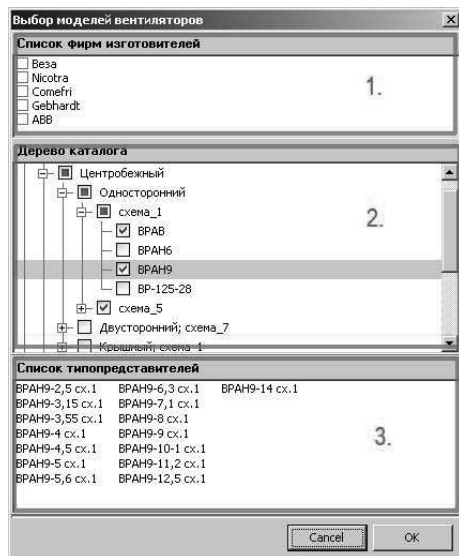

Рис. 3
Номенклатурная панель диалогового окна имеет два режима работы: выбор одного или нескольких типов вентиляторов и выбор одного типопредставителя. В режиме множественного выбора (Рис.3) все уровни дерева типов вентиляторов (2) содержат элементы группового и индивидуального выбора, что позволяет легко выбрать или исключить из выбора номенклатурные ветви или конкретные типы вентиляторов. В этом режиме список типопредставителей (3) несет лишь справочную функцию и во вводе данных не участвует.
На первом этапе ввода данных необходимо указать вид решаемой задачи, типы вентиляторов для прямой задачи или типопредставителя для обратной, параметры, определяющие плотность перемещаемой среды (высота расположения и температура), наличие сети на выходе, требуемые параметры в рабочей точке (сопротивление сети и расход воздуха), для вентиляторов с непосредственным приводом от двигателя можно выбрать частотное регулирование двигателя, в отсутствии регулирования нужно указать допустимую положительную погрешность подбора. Для ввода типов вентиляторов вызывается **дополнительное диалоговое окно с номенклатурной панелью** (Рис.3,4). При вводе